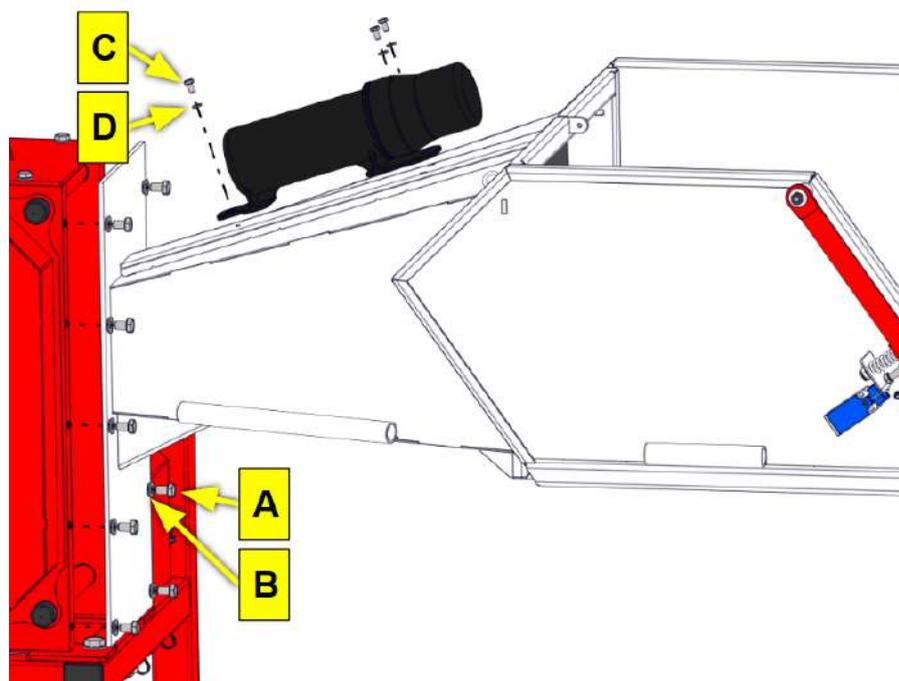

Рисунок 23. Встановлення вхідного бункера
- Зафіксуйте вхідний бункер до ріжучого модуля, за допомогою 10-и болтів M10x16(A) з шайбами M10(B);
- Викрутіть 3 болти M6x12(C) з шайбами M6(D), встановіть інструментальний тубус та зафіксуйте його (C,D) (Рис.23);